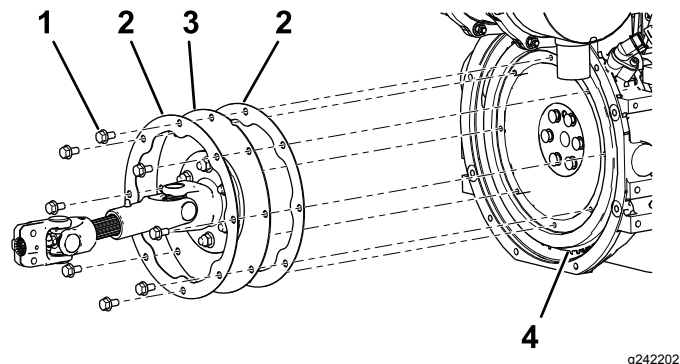

**Figura 3**
5. Retire e deite fora os oito parafusos que prendem a extremidade grande do veio da transmissão existente ao volante do motor (Figura 3).